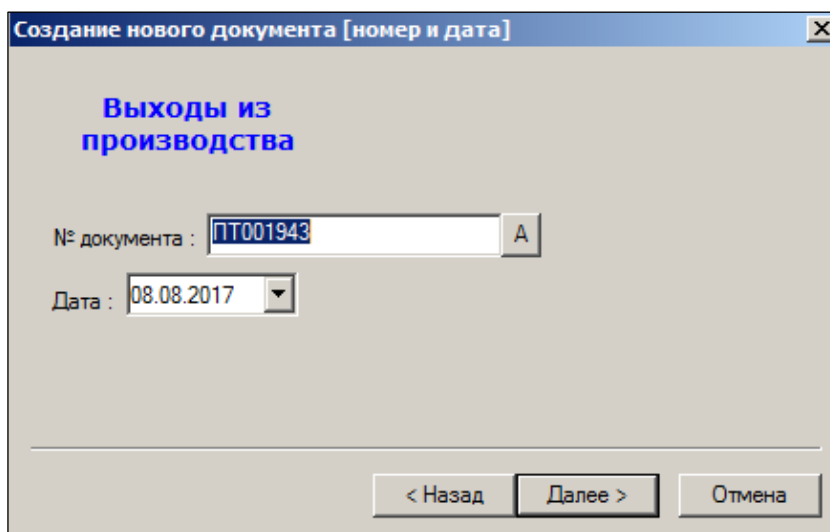

Рисунок 67 – Создание документа «Выход из производства» (2)
3. Номер документа и дата создания задаются автоматически: номер формируется по правилам, определенным в Системе, в качестве даты задается текущая дата (Рисунок 67). При необходимости можно изменить номер документа и дату создания; нажать кнопку **Далее**.